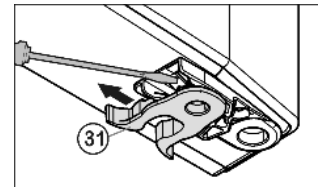

Fig. 7
- ▶ Pružinovú zvierku Fig. 7 (31) premiestnite: Zaisťovací jazyček potlačte nadol, ponad ňu stiahnite pružinovú zvierku.